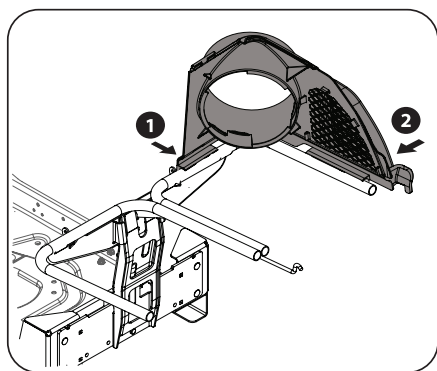

Figura 4-6
5. Fije la unidad de suspensión a la ménsula de soporte vertical con un perno de carro (710-0276) y perilla de aleta (720-04122). Consulte le Figura 4-6.
1. Incline la parte delantera del soporte del canal superior (631-05491B) ligeramente hacia adelante. Deslice la horquilla detrás de la pestaña, luego rompa el pestillo frontal hacia el carril, como se muestra en (1) de la Figura 4-6.
2. Coloque el soporte del canal superior en su lugar primero cortando la porción lateral hacia el carril de soporte de la embolsadora. Consulte (2) en Figura 4-6.